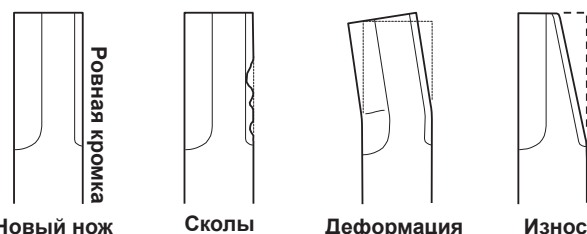
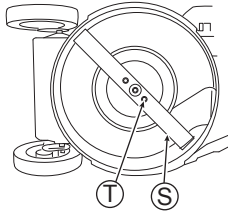

рис. 39
рис. 40
1. Убедитесь, что на ноже (S) отсутствуют признаки деформации, износа и повреждений. (См. рис. 39.)
2. Если нож (S) или его крепежные болты (T) изношены, сломаны или деформированы, замените их на новые.
3. Убедитесь, что болты крепления (T) ножа затянуты с указанным моментом затяжки. (См. рис. 40.)
1. Удалите траву и загрязнения вокруг кронштейна крепления ножа. Плотно затяните болты (T) крепления ножа рукой.
3. Убедитесь, что болты (T) крепления ножа затянуты с указанным моментом затяжки. (См. рис. 40.)